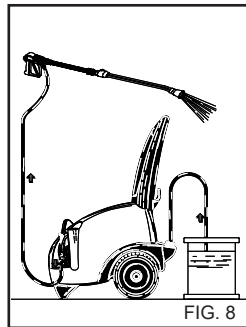

FIG. 8
Après l'emploi d'un détergent, le circuit d'aspiration doit être rincé avec de l'eau propre (fig. 8).
1) Après l'emploi avec du détergent, rincer le circuit d'aspiration; enfler le tuyau d'aspiration (fig. 8) du détergent dans un bidon d'eau propre et faire fonctionner la pompe pendant 1 minute avec le robinet de dosage complètement ouvert et la lance en phase de sortie du détergent.
4) Après l'emploi avec du détergent, rincer le circuit d'aspiration; enfilez le tuyau d'aspiration (fig. 8) du détergent dans un bidon d'eau propre et faire fonctionner la pompe pendant 1 minute avec la lance en phase de sortie du détergent.